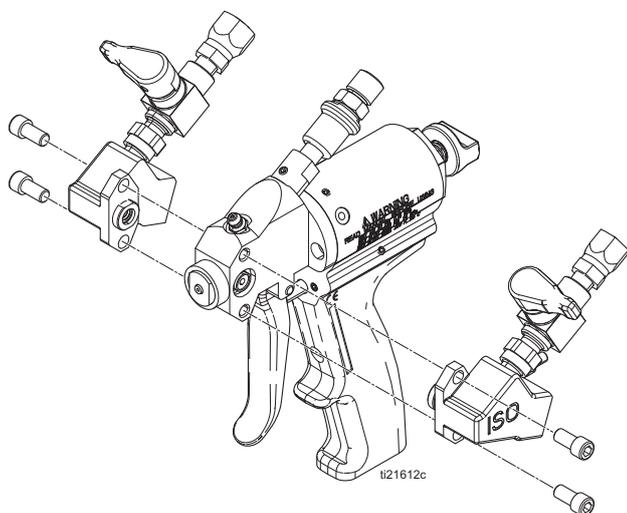

Fig. 11 Conjunto de bloque lateral
3. Verifique que el bloqueo de seguridad del pistón (67) esté bien apretado y enroscado en la pistola.
4. Quite los tornillos para retirar los bloques laterales. Consulte la FIG. 11, página 18.
5. Retire del bloque lateral uno de los alojamientos (17) de sello. Deje el sello (30) en el alojamiento y enjuáguelo con un disolvente apropiado.